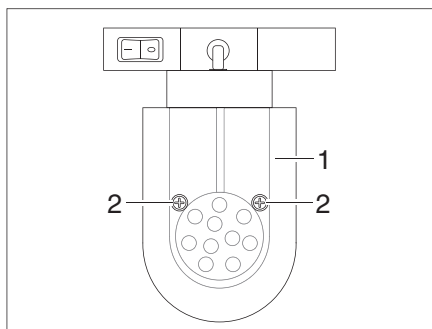

Fig. 156 Foco de LED (desplazable)
- Aflojar los tornillos de fijación (Fig. 156,2).
- Retirar el cristal de lámpara (Fig. 156,1) con cuidado.